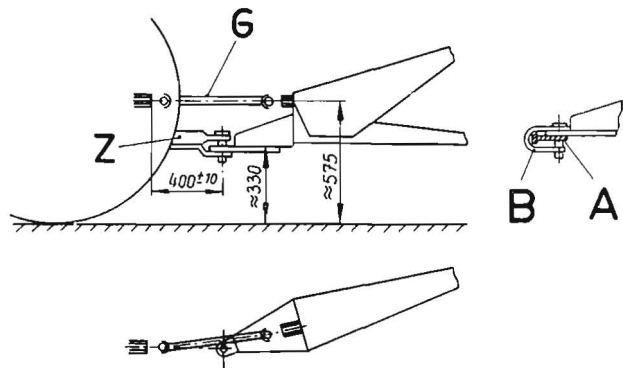

Bild 26
Der Anhängepunkt muß sich, von oben gesehen, auf der verlängerten Mittellinie der Zapfwelle des Traktors befinden. Alle weiteren Maße sind aus Bild 26 ersichtlich. Die Gelenkwelle liegt dabei nahezu horizontal.
Die Anschlußmaße am Heck, das heißt, der Anhängepunkt muß  $400 \pm 10$  mm hinter dem Zapfwellenende liegen (Bild 26). Für den Anschluß der Gelenkwelle ist ein Zapfwellenschutz erforderlich.
Als Gelenkwelle zwischen Traktor und Hochdruckpresse kommt bei der Zapfwellendrehzahl 1 000 U/min die Gelenkwelle 21 (G) zur Anwendung (Bild 26), bei der Zapfwellendrehzahl 540 U/min die Gelenkwelle 11.
Die Zugöse gestattet ideal die Anhängung an ein Zugpendel (Z) (Bild 26).
Die Anhängung an den Querbalken bzw. an die Ackerschiene (A) erfolgt durch zusätzliche Sicherung mittels eines Bügels (B) (Bild 26).